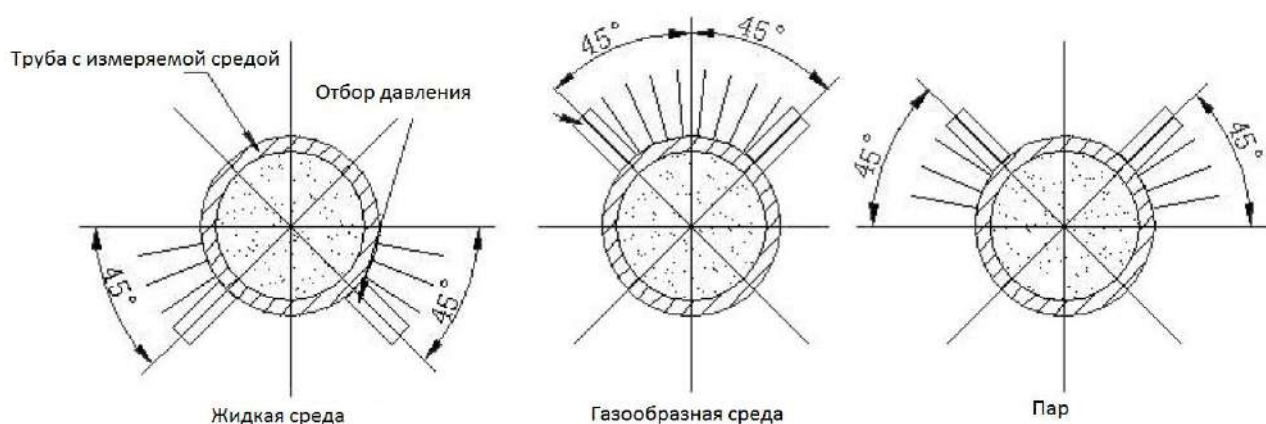

Рисунок 2.1 – Расположение патрубков отбора давления
- Рекомендованное расположение патрубков отбора давления (см. рисунок 2.1).